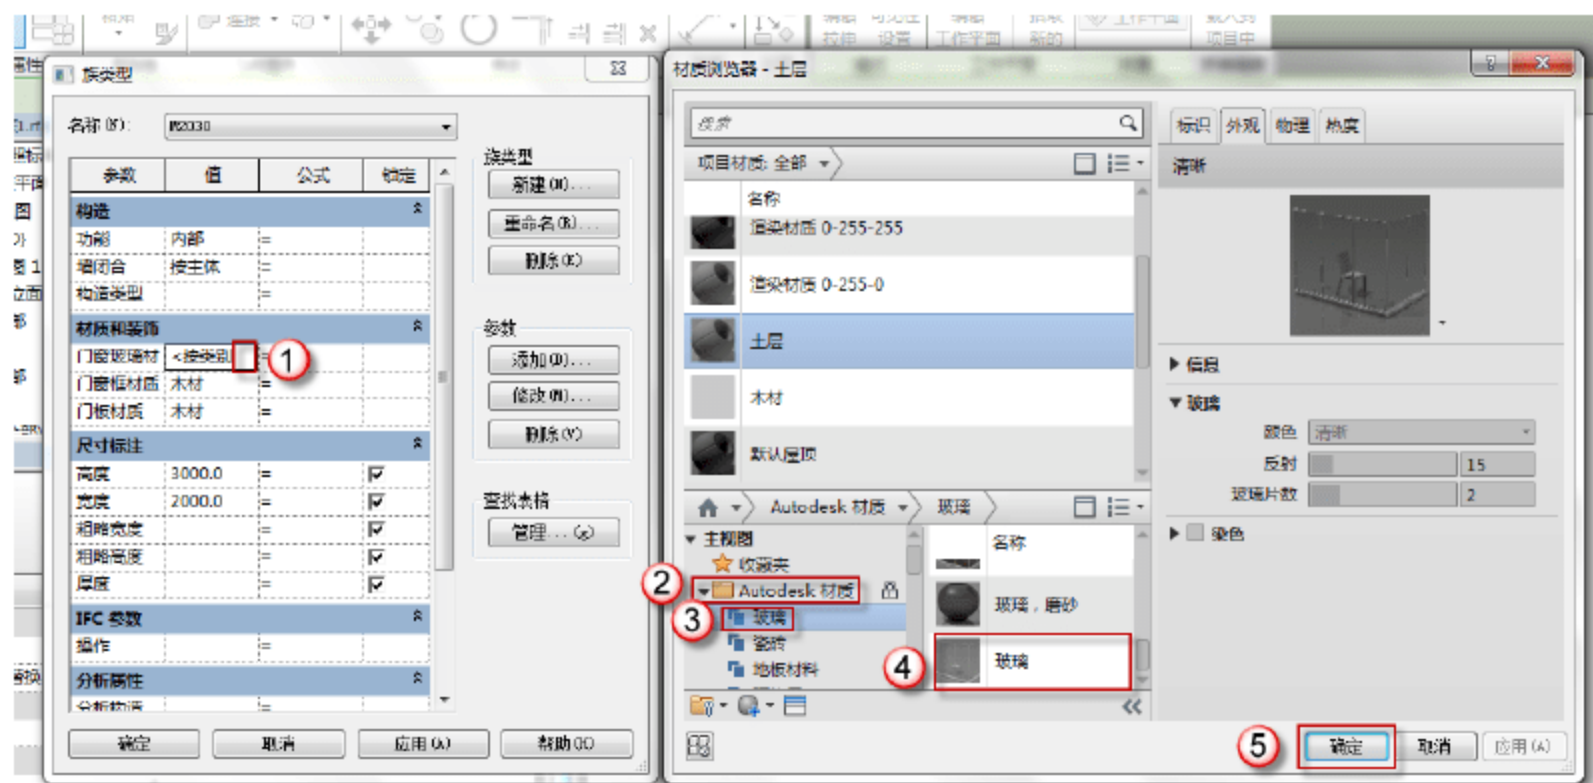

图 6.1.69 编辑门窗玻璃材质
(23) 编辑双开门上部窗户玻璃材质。单击“族类型”按钮，弹出“族类型”对话框，单击“材质和装饰”栏“门窗玻璃材质”右侧的“<按类别>”按钮，弹出“材质浏览器”对话框，选择“主视图”→“Autodesk 材质”→“玻璃”→“玻璃”选项，双击“玻璃”材质将其添加到“文档材质”。选择“文档材质”中的“玻璃”材质，单击“确定”按钮，如图 6.1.69 所示。